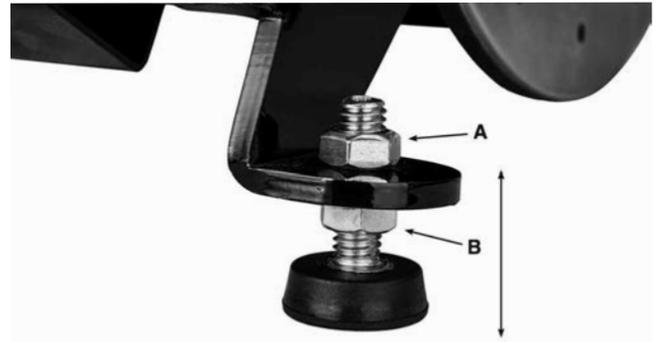

FIGURE 6
1) Installez les quatre pieds de nivellement tel que montré à la Fig.6, avec un écrou hexagonal (A) en dessus du trou de montage, avec un écrou hexagonal en dessous (B). Réglez la hauteur du pied en ajustant la position des écrous hexagonaux.